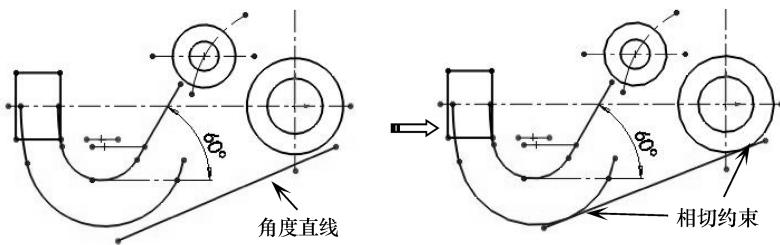

图 2-152 绘制与圆、圆弧相切的直线
- 20 使用【直线】工具，绘制一条角度直线，并添加几何约束关系，使其与另一圆弧和圆相切，如图 2-152 所示。